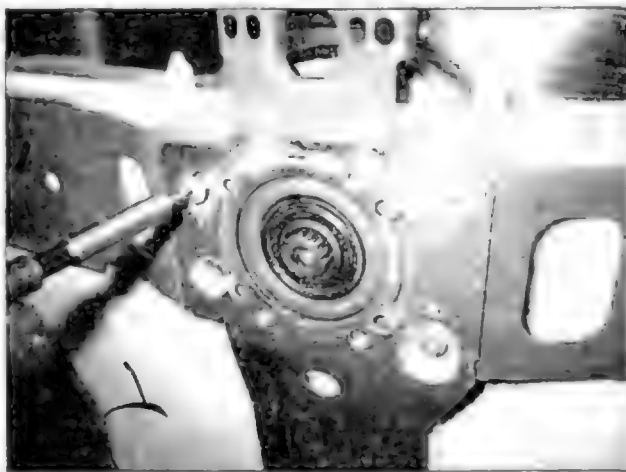

Рис. 1.5.18
- Отворачивают винты усиительной планки (рис. 1.5.18). Следует отметить, что винты обозначены римскими цифрами. Маркировка нанесена для соблюдения порядка их заворачивания. Это необходимо для сохранения